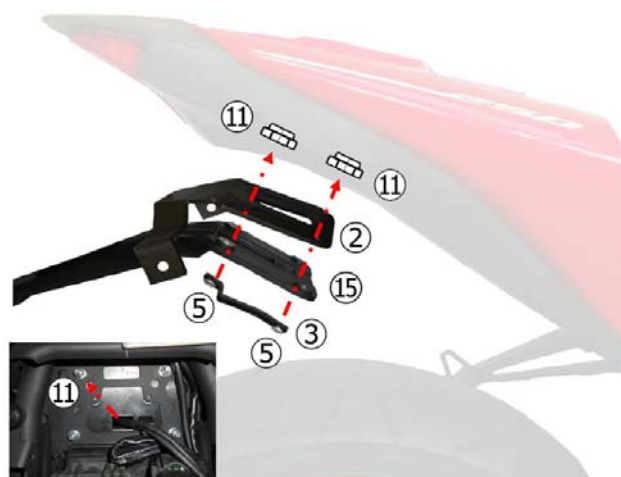

図 1
9. 手順 7 (3) で分解した⑮純正マッドガード ASSY 表側に純正カラー (4 ケ) が挿入されていることを確認したうえで、組み付け向きに注意しながら、上から②センタープレート、手順 7 (3) で分解した⑮純正マッドガード ASSY、③Z サポート (左右) の順に部品を重ね合わせ、⑤六角穴付きバインド小ねじ (4 ケ) と手順 6 で取り外した⑪純正フランジ付きロックナット (4 ケ) を使用して、これら部品を車体 (⑮純正マッドガード ASSY 取り付け部) に仮組みします。(図 1~2 参照)
※、図 1~2 を参照し、②センタープレートと③Z サポート (左右) の組み付け向き (特に③Z サポートの前後/左右向き) に十分注意して作業してください。
10. 手順 9 で仮組みした⑮純正マッドガード ASSY と②センタープレート、および車体の共通開口部より、純正リアウinker/ライセンスランプ配線を車体内部に十分引き込み、配線に無理な力が掛からないよう注意しながら、手順 5 とは逆の手順で車体に元通り組み付けます。